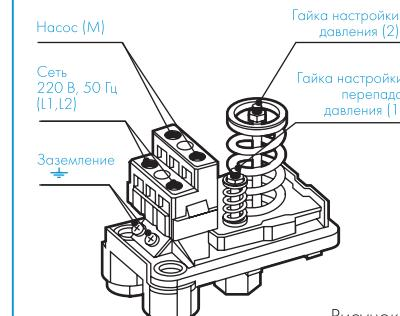

Рисунок 2.
следующим образом (см. рисунок 2): к клеммам, обозначенным «L1, L2», подключаются провода от электрической сети 220В; к клеммам «M» подключаются провода от электронасоса; к клеммам, обозначенным знаком , подключается желто-зеленый провод (заземление). Сечение проводов подводящего электрокабеля должно соответствовать мощности электронасоса. Розетка должна быть европейского типа с заземлением.
Регулировка давления РДМ-5 осуществляется гайкой (2), фиксирующей положение пружины (см. рис. 2).